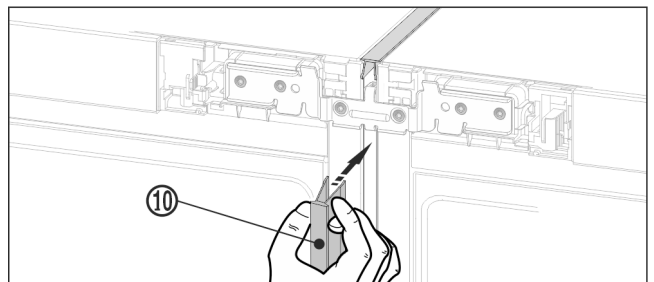

Fig. 21 *
- Tryck in den långa täcklisten Fig. 21 (10) i den vertikala spalten på framsidan. Kontrollera då att listerna går upp mot förbindelseplåten.*